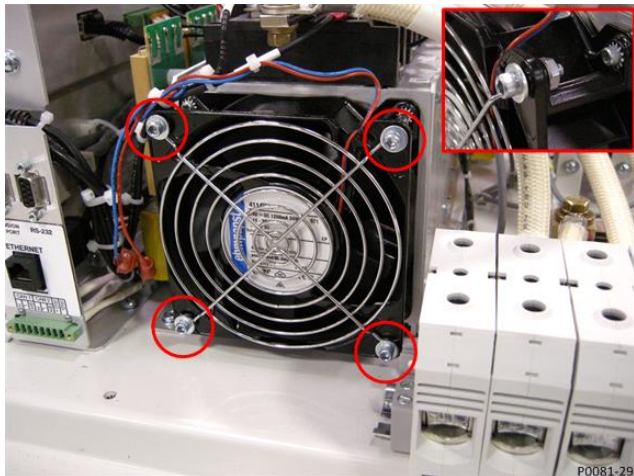

Figura 4. Ubicaciones del hardware de la protección del ventilador
- Con un destornillador hexagonal de 9/64" y una llave inglesa con extremo abierto de 11/32", extraiga los cuatro pernos y tuercas que sujetan la protección del ventilador. Guarde el hardware y la protección del ventilador para usarlos posteriormente. Consulte la Figura 4.